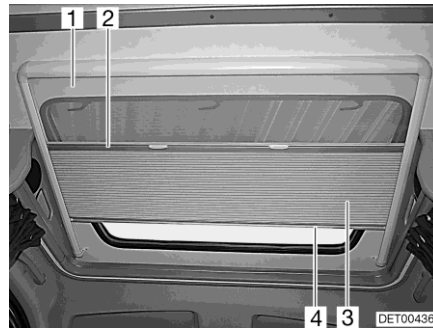

Fig. 59 Toit ouvrant
Le dispositif occultant plissé (Fig. 59,3) est relié de manière permanente à une moustiquaire (Fig. 59,1).
- Saisir la tige de fermeture (Fig. 59,4) du dispositif occultant plissé par le milieu et tirer avec précaution vers le bas.
- Ramener lentement le dispositif occultant plissé en arrière par la tige de fermeture (Fig. 59,4).
- Saisir la moustiquaire par le centre de la tige de fermeture (Fig. 59,2) et tirer avec précaution vers le bas.
- Ramener lentement la moustiquaire en arrière par la tige de fermeture du dispositif occultant plissé (Fig. 59,4).